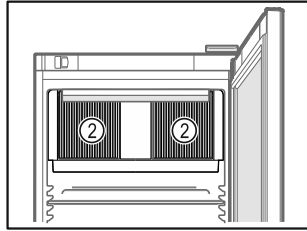

Fig. 59
- Cirkuliuojančio oro ventiliatoriaus vėsinimo plyšiai Fig. 59 (2) viduje turi būti neuždengti.